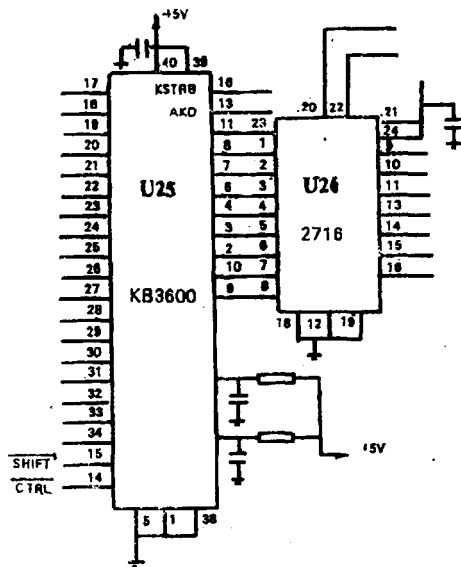

图61 键盘接口
（键盘数据使能）信号为低电平信号，MMU（存储器管理部件）已经作好将所选通的键盘ROM中的内容转换成ASCII码送入地址线MD0~MD7的准备工作。而这时查KB3600的AKD信号无效（低电平），表示无键按下。如图61所示，当按下键后在KB3600第16脚上并无KSTRB键盘选通信号（高电平）输出。而按下任意键时，AKD信号也无任何变化，用万用表查KB3600第36、37、39、40脚各点电压值基本正常，而同时B1~B0无输出信号，用脉冲笔测量时均处于高阻状态。由于B1~B0处于高阻状态，导致2716输出数据处于一种固定状态，在φ0的下降沿cpu读取到一固定字符，从检查结果可判定故障发生在芯片KB3600内，更换该片后故障排除。
**分析与维修：**从键盘的工作原理可知，当按下键后，KB3600的第13脚呈高电平状态，表示AKD信号有效（如图61所示）。8 ms后输出KSTRB键盘选通信号（高电平）并送入IOU（输入输出部件），用逻辑笔在B1~B8脚测试时有不同的脉冲信号出现（部分引脚在按下键时）。查U2...KBD时为低电平，22脚CAPLOCK信号也正确，而从2716的数据端D0~D7可测得一些脉冲信号。由于所显示的字符主要是由KB3600编码通过2716中的内容进行转换，从检查结果来看，KB3600有矩阵编码输出，因而可认为该矩阵编码芯片正确，故障可能是由于2716中的内容发生混乱所致。由于很多厂商所采用的U26均为M2316等不可擦除的PROM芯片，因而可用可擦除的EPROM如2716等芯片复制一块正确内容的存储器替代。